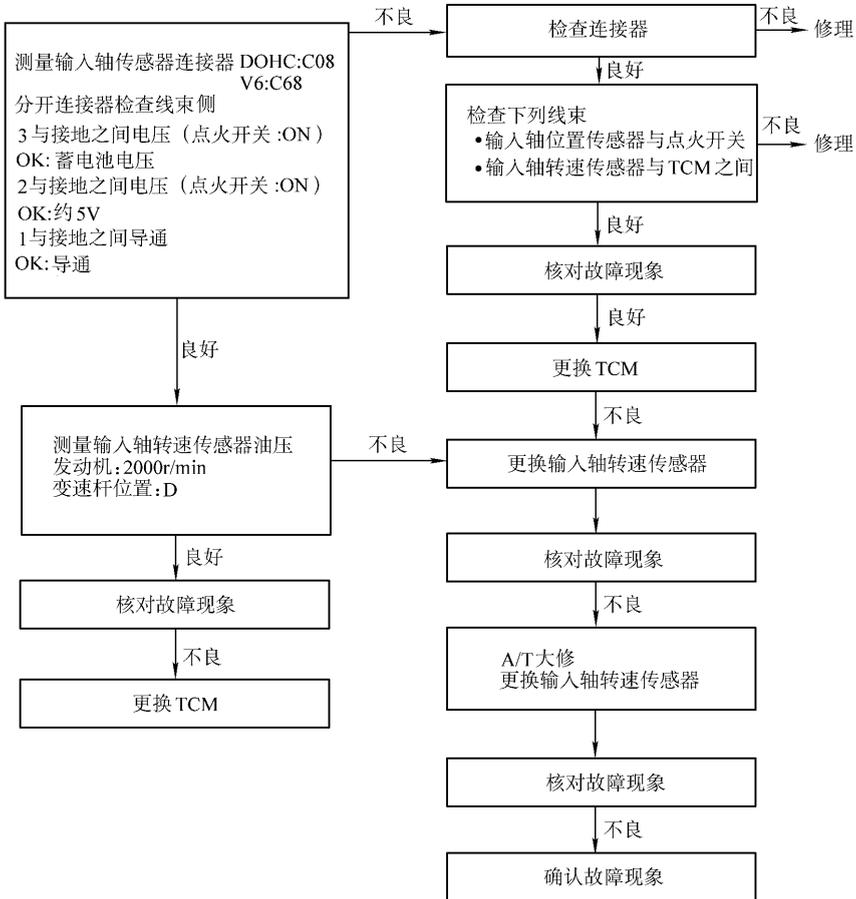
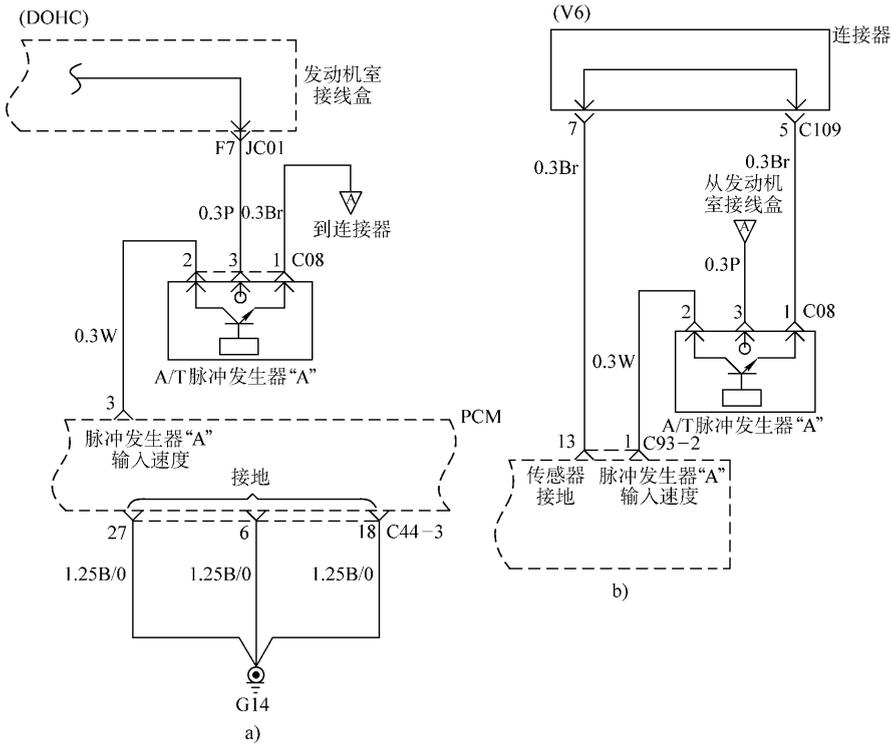
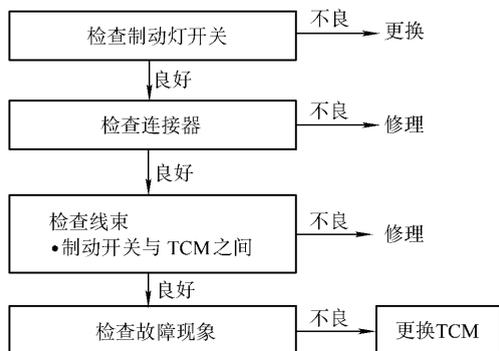

图 7-23 DTC P0715 故障诊断流程图
图 7-24 输出轴转速传感器电路图
图 7-25 制动灯开关故障诊断流程图
3 档或 4 档，车速 30km/h 以上行驶时，1s 以上输入轴转速传感器的输出脉冲，则判定输入轴转速传感器线路断路或短路并输出 DTC P0715。如果 DTC P0715 出现 4 次以上，变速器锁定在 3 档或 2 档。产生该故障的原因可能有：①输入轴转速传感器不良；②减速传动离合器鼓不良；③连接不良；④TCM 不良。DTC P0715——输入轴转速传感器 (脉冲发生器 A) 故障诊断流程如图 7-23 所示。输入轴转速传感器电路如图 7-24 所示。
车辆行驶时，输出轴转速传感器的输出值 1s 以上持续低于车速 50%，则判定输出轴转速传感器的线路断路或短路并输出 DTC P0720。产生该故障的原因可能有：①节气门位置传感器不良；②连接不良；③TCM 不良。DTC P0720——输出轴转速传感器故障诊断流程如图 7-25 所示。输出轴转速传感器电路图如图 7-24 所示。
车辆行驶中接通制动灯开关 5min 以上，则判定制动灯电路短路，并输出 DTC P0703。产生该故障的原因可能有：制动灯开关不良；连接不良；TCM 不良。DTC P0703——制动灯开关故障诊断流程如图 7-25 所示。